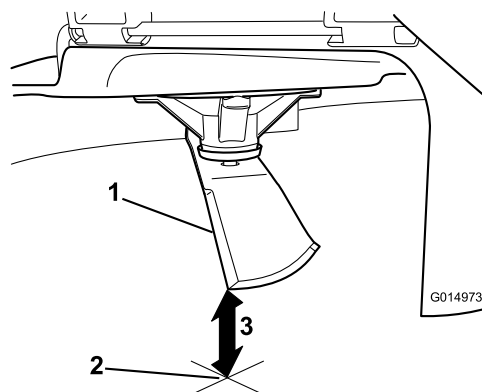

Figura 77
5. Misurate dalla punta della lama alla superficie piana (**Figura 77**).